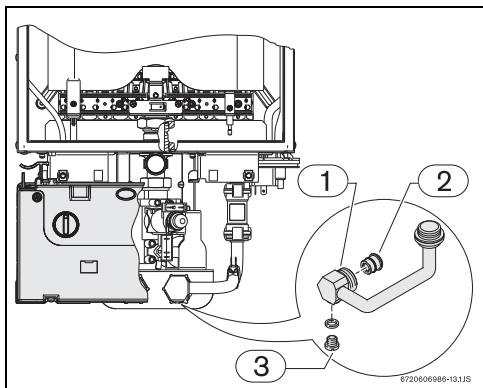

Fig. 7 Tornillo de purgación
- ▶ afloje el tornillo de purgación (→Fig. 7) situado en el tubo de entrada de agua.
- ▶ No debe instalarse el aparato en locales donde la temperatura ambiente pueda bajar de los 0 °C. Si existe riesgo de congelación, apague y vacíe el aparato (→ Fig. 7).